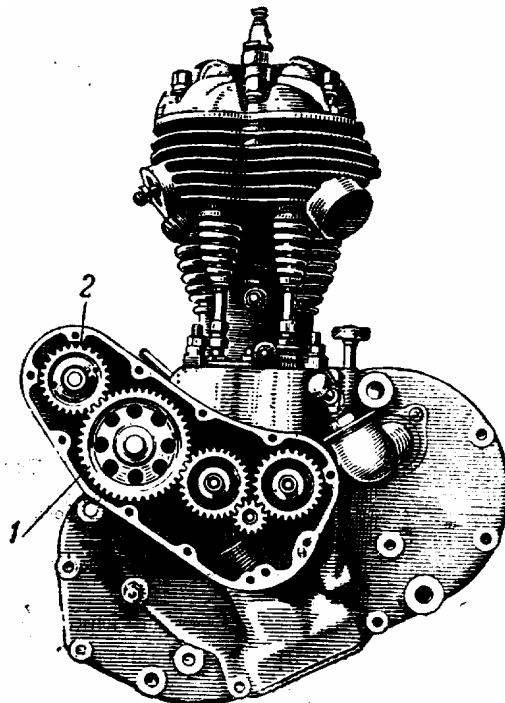

Рис. 5 Шестеренчатый привод магнето:
4. Отвернув осторожно, чтобы не повредить прокладку, винты крепления крышки распределительной коробки, снять крышку. Вынуть промежуточную шестерню 1 (рис. 5) привода магнето.